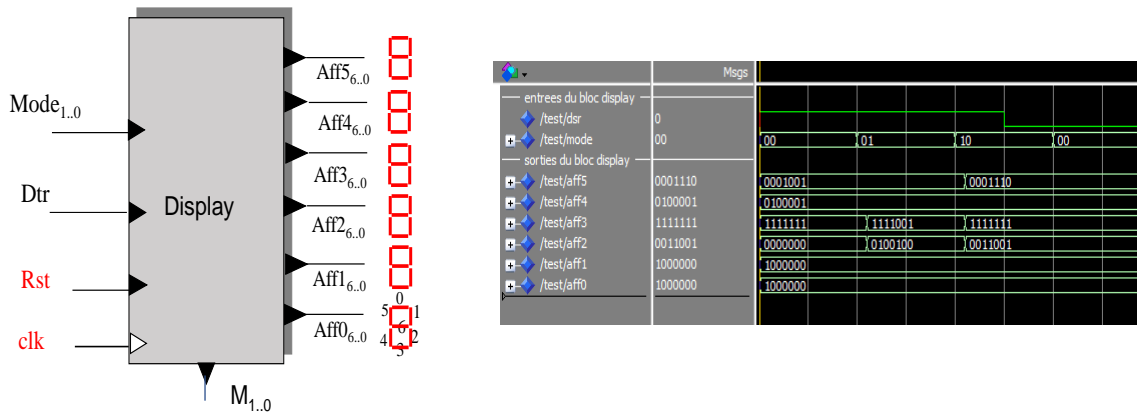

Figure 2: Symbole et spécification du bloc display
On rappelle que ce bloc (cf Figure 2) a pour rôle d'enregistrer et de visualiser le mode de configuration du modem (entrée *mode*), à l'aide d'afficheurs 7 segments. Tant que le signal en entrée *dtr* vaut 1, le mode est mémorisé sur *Mm* et affiché en sortie sur 2 afficheurs permettant d'indiquer le mode de transmission, bidirectionnel (FD) ou à l'alternat (HD), les 4 autres afficheurs indiquent le débit de transmission en bps (400,800 ou 1200).
La figure 2 montre un algorithme synchrone (ASM) permettant de définir le comportement du bloc au niveau horloge du circuit (signaux *clk* et *rst* en rouge) et obtenir ainsi une description synthétisable. La variable *m* permet de conserver en mémoire la dernière valeur de l'entrée *mode* échantillonnée sur l'occurrence d'un front d'horloge *clk*. (transfert indiqué par  $\leftarrow$  dans l'ASM). Le transfert est conditionnel et ne s'applique que si *dtr* vaut 1. La sortie est identique à cette variable. La valeur des segments des afficheurs est quant à elle déterminée à tout instant par *m* et donc réalisés de manière asynchrone (transfert indiqué par  $=$ ). La figure montre également une description structurée qui peut être dérivée de cette description en allouant les différentes composants (registres, opérateurs arithmétiques et logiques, mux, etc) pour matérialiser cet algorithme. Comme le montre le schéma RTL partiel du circuit (figure 2), une partie du circuit est séquentielle, l'autre est combinatoire (indépendante de toute horloge). La partie séquentielle (en bleu) se limite à un registre avec une entrée de contrôle du chargement reliée à l'entrée *Dtr*. La partie combinatoire (en jaune) est formée d'opérateurs logiques déterminant les valeurs affectées aux segments en fonction de *M*. On observe que certains segments ont une valeur constante, indépendante de *M* (tous les segments des afficheurs AFF1 et AFF0 par exemple). On notera qu'au niveau RTL, on parle d'opérateurs booléens et non de portes car l'expression est indépendante de la technologie ciblée.